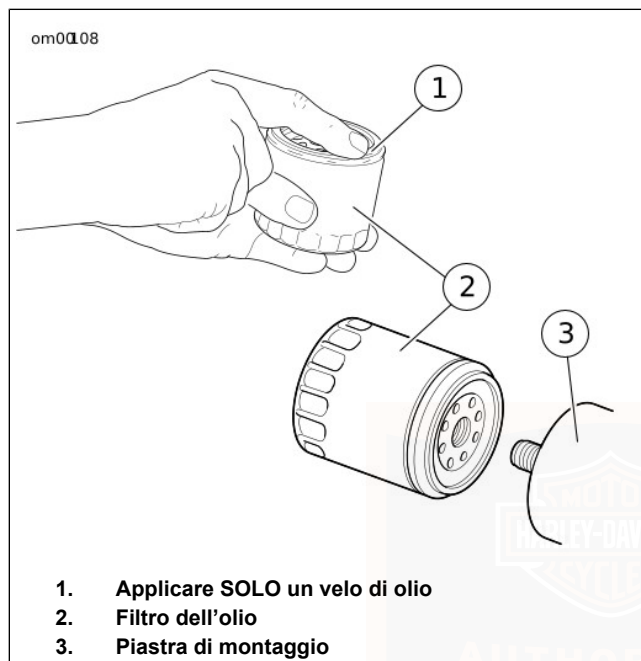

Figura 31. Applicazione di un velo di olio
6. Vedere la Figura 31. Applicare un leggero strato di olio alla superficie di contatto della guarnizione sulla piastra di montaggio, sulla guarnizione stessa e sul nuovo filtro dell'olio.